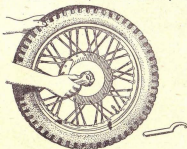

Рис. 175. Регулировка подшипников колес.
- б) Регулировка подшипников колес тяжелых мотоциклов (рис. 175):